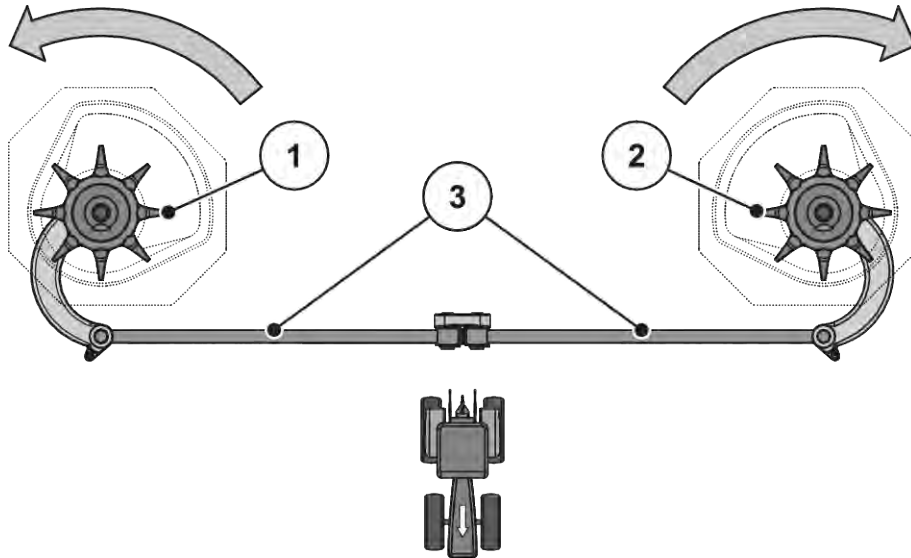

Fig. 60: Verificarea acționării agitatorului
- Rotiți cu mâna capul de amestecare **în sensul de rotație al discului aruncător**. A se vedea Fig. 60 Verificarea acționării agitatorului.
- Rotiți energic capul de amestecare cu mâna sau cu ajutorul unei benzi de filtru de ulei **în sensul contrar sensului de rotație al discului aruncător**. A se vedea Fig. 60 Verificarea acționării agitatorului